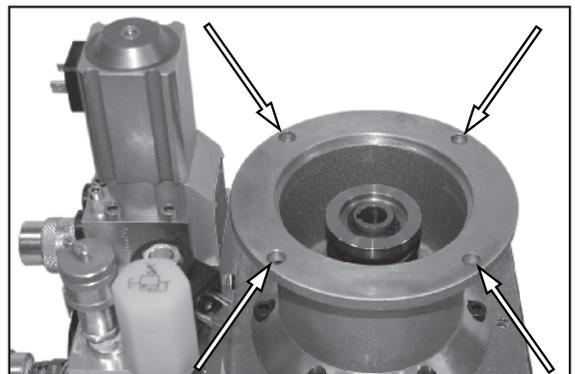

Figure 32.
3. Voir Figure 32. L'orientation des trous du support du moteur est très importante. Positionnez le support de sorte à ce que les trous se situent comme indiqué sur l'illustration. Pour l'installer, procédez dans l'ordre inverse de la procédure de retrait. Serrez les boulons du support de moteur suivant un modèle en étoile, avec un couple de serrage de 6,8 Nm.